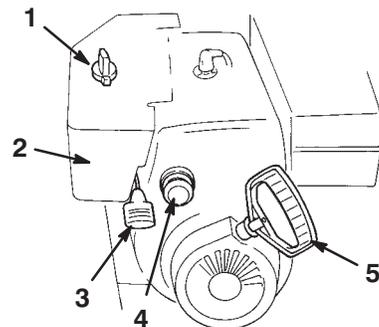

Figure 14
- **Starter** (Fig. 14)—Pour mettre en marche un moteur froid, tournez la commande de starter en position  (Max). A mesure que le moteur se réchauffe, tournez progressivement le starter à la position Off (hors service).
- **Clé de contact** (Fig. 14)—Insérez la clé dans le commutateur d'allumage avant de mettre le moteur en marche. Pour couper le moteur, retirez la clé de contact.
- **Commande d'accélérateur** (Fig. 14)—Déplacez la manette vers le haut pour augmenter le régime du moteur, ou vers le bas pour le réduire. Réglez la manette d'accélérateur en position d'Arrêt pour arrêter le moteur.
- **Amorceur** (Fig. 14)—Appuyez sur l’amorceur pour envoyer une petite quantité d’essence dans le moteur afin de faciliter le démarrage par temps froid.
- **Lanceur** (Fig. 14)—Le lanceur se trouve à l’arrière du moteur. Tirez sur le lanceur pour mettre le moteur en marche.
2. Retirez la clé de contact du commutateur d’allumage (Fig. 14).
3. Enlevez le bouton de starter (Fig. 14).
2. Réglez la manette d'accélérateur en position *régime maximum* (Fig. 14).
5. Tournez le starter en position *On* (en service) (Fig. 14).
6. Insérez la clé de contact (Fig. 14).
7. Couvrez l'orifice central de l'amorceur (Fig. 14) avec le pouce et appuyez lentement sur l'amorceur à trois reprises, en marquant une pause à chaque fois.
8. Prenez la poignée du lanceur (Fig. 14) et tirez-la lentement jusqu'à ce que vous sentiez une résistance, puis tirez vigoureusement pour lancer le moteur.
10. Dès que le moteur a démarré, tournez le starter (Fig. 14) à la position 3/4. A mesure que le moteur se réchauffe, tournez le starter à la position 1/2. Quand le moteur est suffisamment chaud, tournez le starter à la position *Off* (hors service).